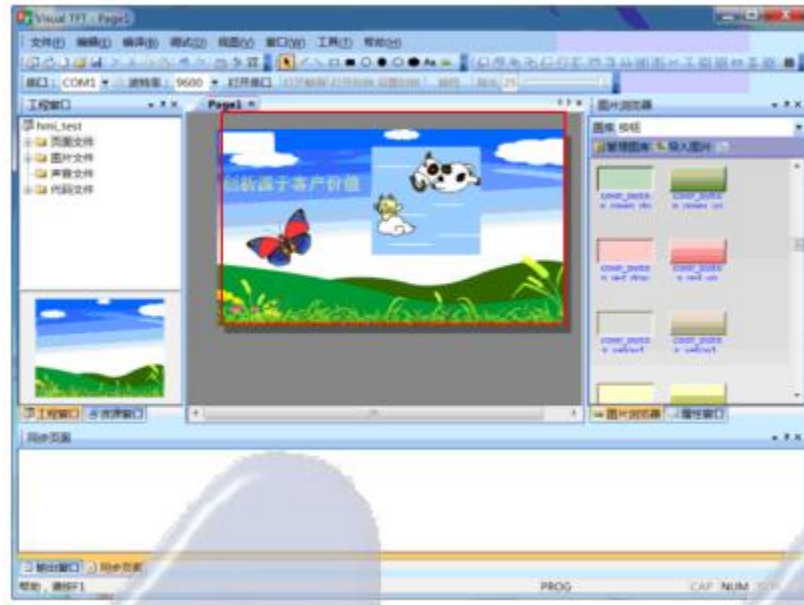

Figura 7.3- Pantalla de edición de imágenes
3. Ejecute el software de Visual TFT, y terminar de editar el contenido en una página como se muestra en la Figura 7.3 En las aplicaciones prácticas, si se requieren las interfaces multi-nivel, tiene que crear varios archivos de página. En cuanto a la introducción detallada de las operaciones de software, por favor consulte el manual Comienza con Visual TFT.